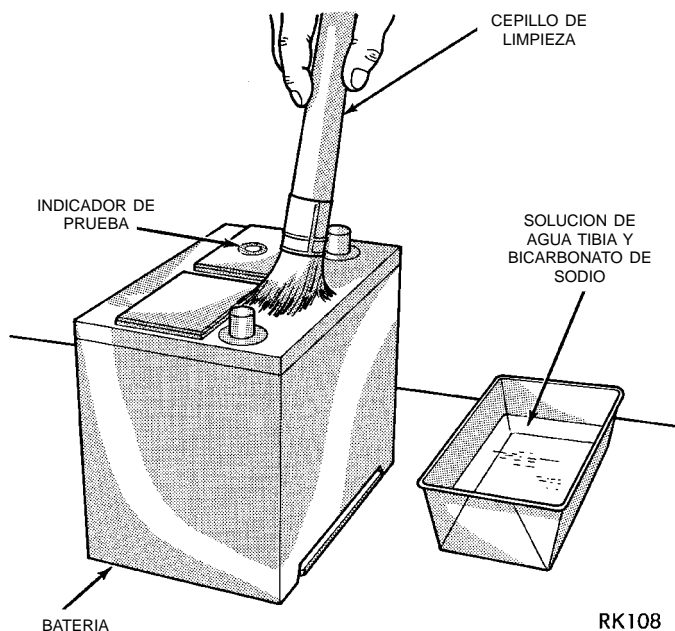

Fig. 20 Limpie la batería - Característico
(9) Si la batería vuelve a instalarse, limpie cualquier capa de ácido en el exterior de la caja de la misma y en la cubierta superior con una solución limpiadora de bicarbonato de sodio y agua tibia (Fig. 20). Enjuague la batería con agua limpia. Asegúrese